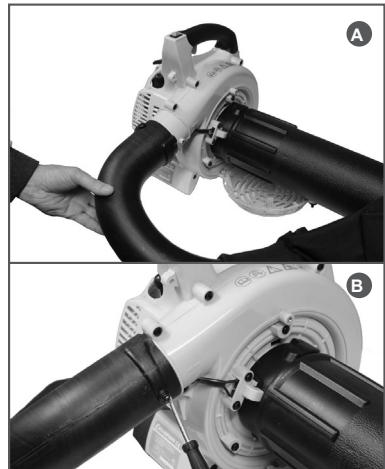

Рис. 7 Установка разгрузочной трубы
- с) Совместите выступы на корпусе устройства с пазами на разгрузочной трубе (Рис. 7А). Насадите разгрузочную трубу с небольшим усилием, поверните по часовой стрелке и зафиксируйте винтом (рис. 7В). Пристегните ремень к мешку используя карабины на мешке. Возьмите воздуходувку в руки: левой рукой возьмитесь за рукоятку управления, правой рукой за нижнюю рукоятку. Перекиньте ремень подвеса мешка через правое плечо и отрегулируйте ремень мешка для мусора под свой рост.